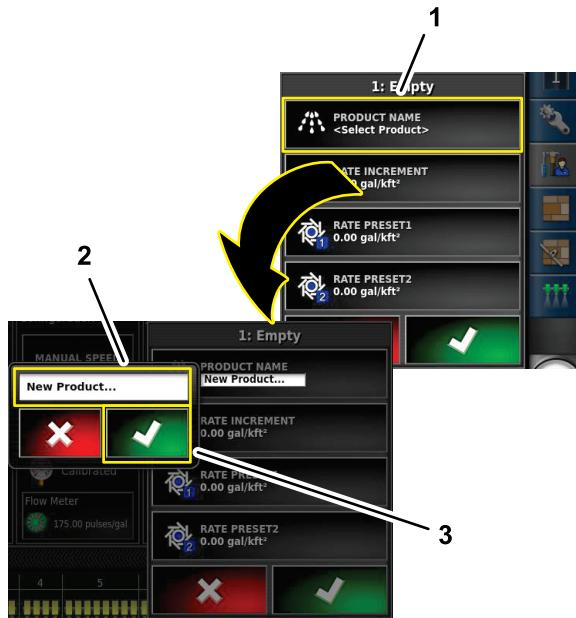

图 116
4. 在产品配置窗口按产品名称图标图 116。
5. 按新产品...图标然后按确认图标图 116。